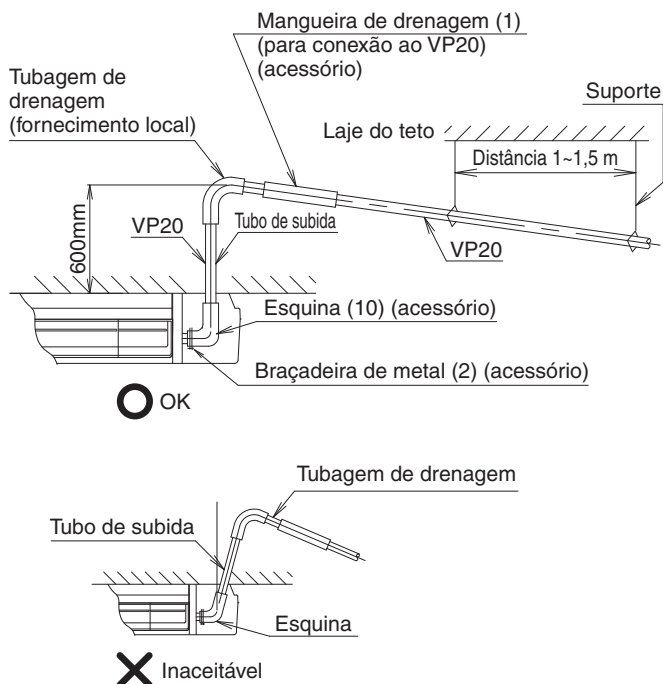

Fig. 29
- Instale suportes a uma distância de 1 a 1,5 m para que a tubagem não se curve. **(Consulte a Fig. 29)**
- Instale o tubo de levantamento de drenagem verticalmente. **(Consulte a Fig. 29)**